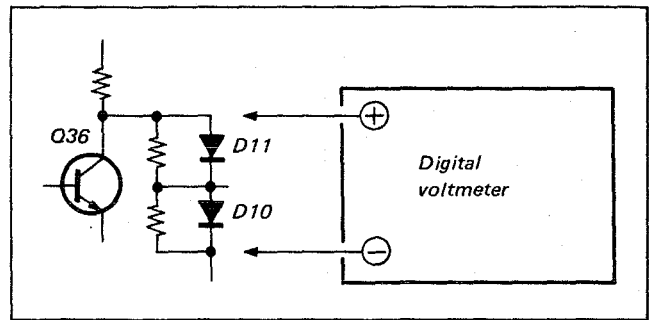

Fig. 5-15.
- Digital voltmeter: See Fig. 5-15.